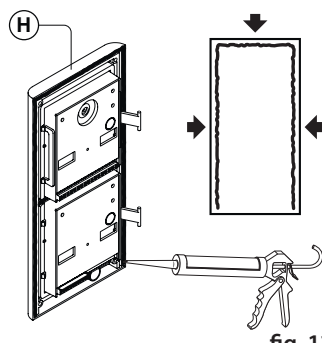

fig. 12
⚠ In order to prevent water ingress we highly recommend using a silicon sealant between the module support frame **(H) and the back box ON THE LEFT, TOP AND RIGHT SIDES ONLY. DON'T USE SILICON SEALANT ON THE BOTTOM SIDE OF THE MODULE SUPPORT FRAME (Fig.12);**
⚠ Per prevenire infiltrazioni d'acqua si consiglia vivamente di apporre del silicone tra il supporto moduli **(H) e la scatola SOLAMENTE SUL LATO DESTRO, SINISTRO E SUPERIORE. NON APPORRE IL SILICONE SUL LATO INFERIORE DEL SUPPORTO MODULI (Fig. 12);**
⚠ Afin de prévenir l'infiltration d'eau, nous recommandons vivement l'utilisation d'un joint d'étanchéité en silicone entre le châssis de support (H) et le boîtier arrière SUR LES CÔTÉS GAUCHE, SUPÉRIEUR ET DROIT SEULEMENT. NE PAS UTILISER DE SCELLANT SILICONE SUR LE CÔTÉ INFÉRIEUR DU CHÂSSIS DE SUPPORT DU MODULE (Fig. 12) ;